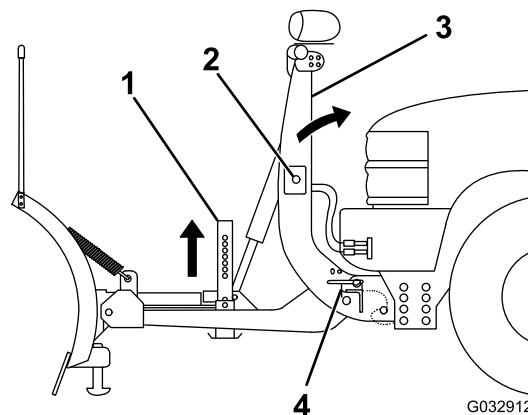

Figure 36
5. Poussez le commutateur SmartHitch2, situé sur le côté de la tour d'accouplement, vers le haut et élevez la tour jusqu'à ce que les goupilles à ressort de l'accouplement s'enclenchent en position (Figure 36).
7. Tirez sur la goupille à ressort de la béquille et relevez la béquille, puis relâchez la goupille pour bloquer la béquille en place (Figure 36).